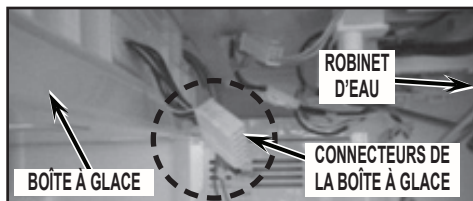

FIGURE 9
11. Débrancher les connecteurs des conducteurs électriques sur la boîte à glace. Voir la *Figure 9*.